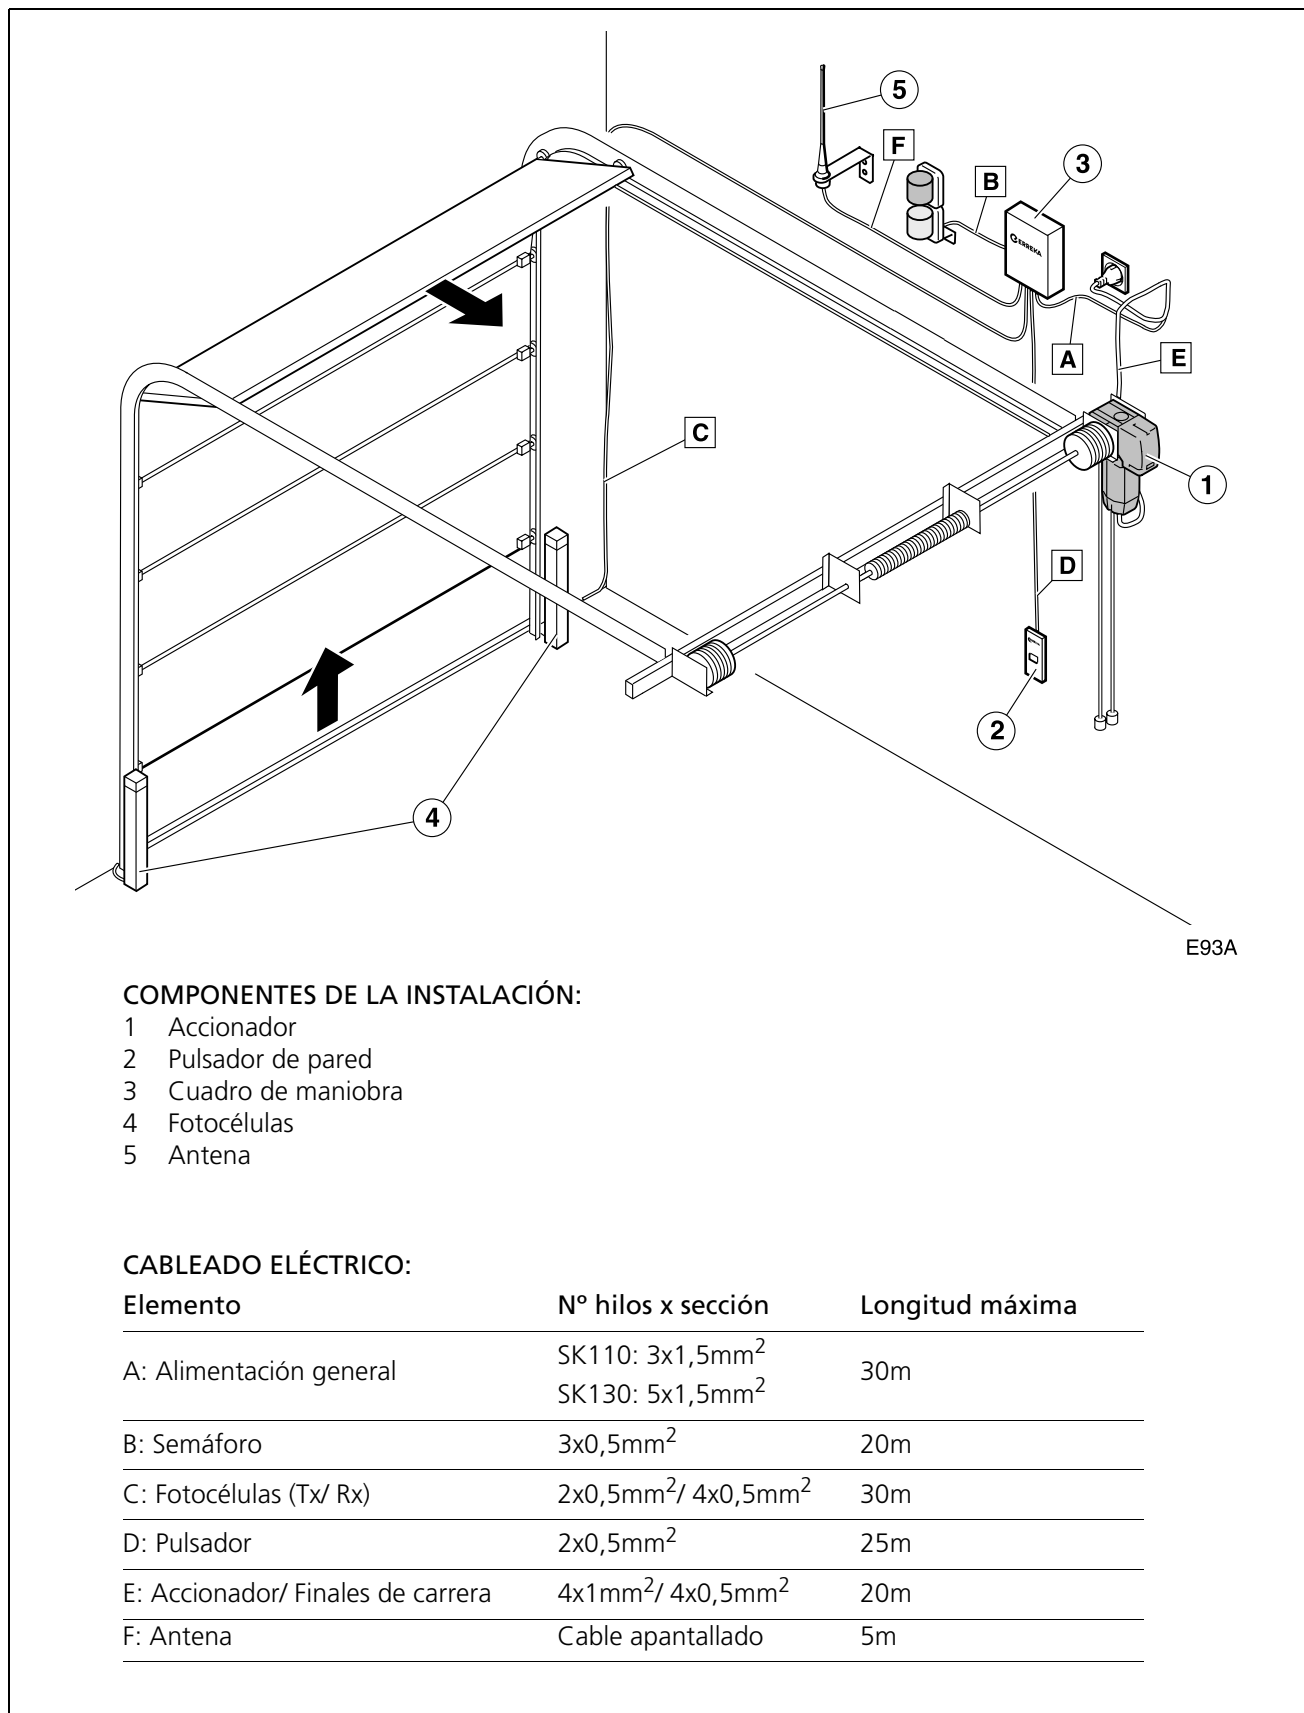

Fig. 1 Elementos de la instalación completa
- ⓘ Para más información, vea "Fig. 1 Elementos de la instalación completa" en la página 3.
☞ La sección de los cables eléctricos se indica en: "Fig. 1 Elementos de la instalación completa" en la página 3.